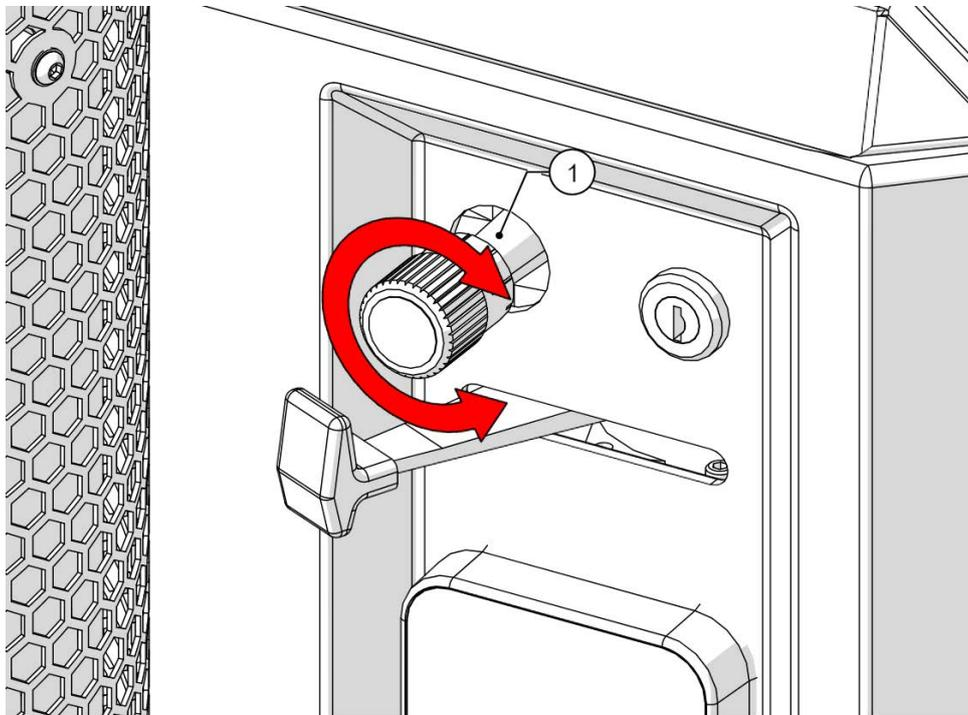

Figure 41 - Molette de vitesse du rouleau
La vitesse du rouleau d'alimentation peut être réglée en fonction du matériau broyé reportez-vous à la Figure 41.
1. Tournez le cadran pour aligner le nombre sur le repère de peinture (1, Figure 41).
Position indiquée par un repère de peinture. (1, Figure 41):